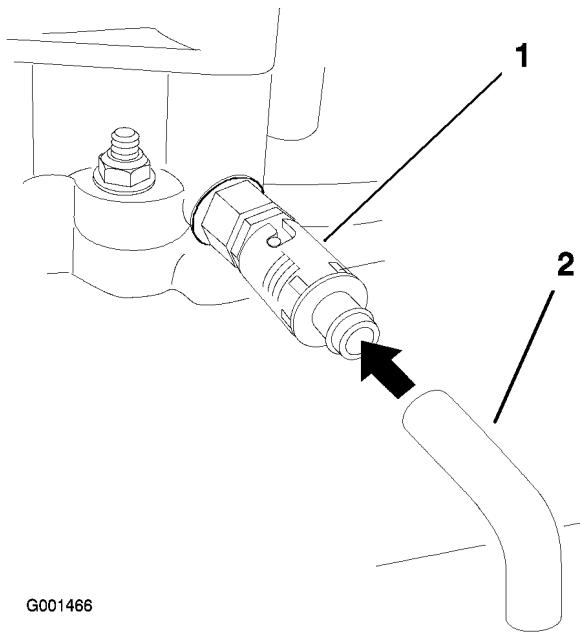

Figura 35
- Coloque un recipiente debajo del tubo de vaciado. Gire la válvula de vaciado para que se drene el aceite (Figura 35).
- Retire el tubo de vaciado (Figura 35).